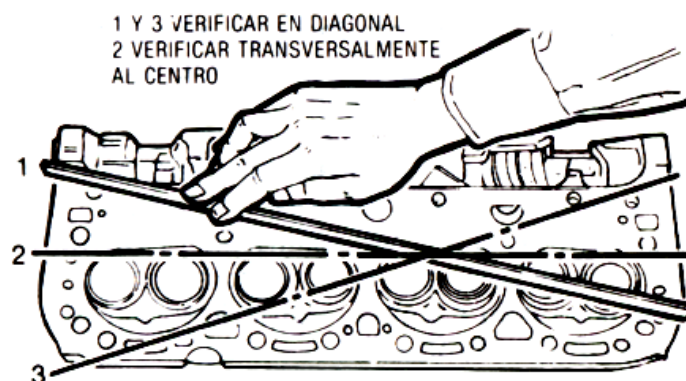

Fig. 3.16 Pandeo en la culata
6. Revise si hay pandeo en la culata: Coloque una regla transversalmente a la superficie de la junta de la culata (Ver Fig. 3.16). Utilizando calibradores de láminas, determine la holgura en el centro de la regla. Mida transversalmente ambas diagonales, a lo largo de la línea longitudinal de centros, y a lo largo de la culata en varios puntos. Compare los valores con los especificaciones.